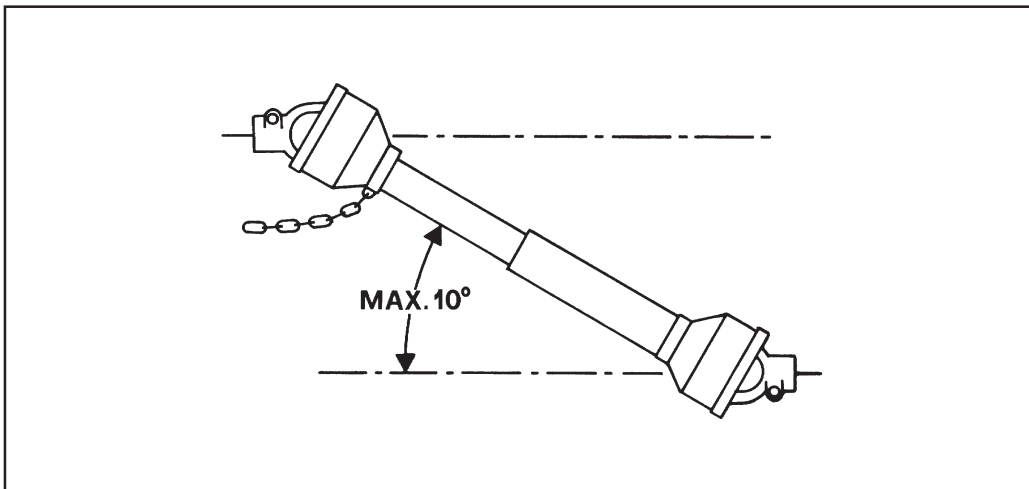

Fig. 5
- 39)** Disinserire, sempre, la presa di forza quando l'albero cardanico fa un angolo troppo aperto (mai oltre i 10÷15 gradi - Fig. 5) e quando non viene usata.
- 39)** Always disengage the pto when the cardan shaft is set at an excessively open angle (never beyond 10÷15 degrees - Fig. 5) and when it is not in use.
- 39)** Die Zapfwelle immer ausschalten, wenn die Gelenkwelle einen zu großen Winkel einnimmt (nie über 10÷15 Grad - Abb. 5) und wenn sie nicht gebraucht wird.
- 39)** Débrayez toujours la prise de force quand l'angle de l'arbre à cardans est trop ouvert (jamais plus de 10÷15 degrés Fig. 5) et lorsque vous ne devez pas l'utiliser.
- 39)** Desactivar, siempre, la toma de fuerza cuando el árbol cardánico hace un ángulo demasiado abierto (nunca superar los 10÷15 grados - Fig. 5) y cuando no la usamos.